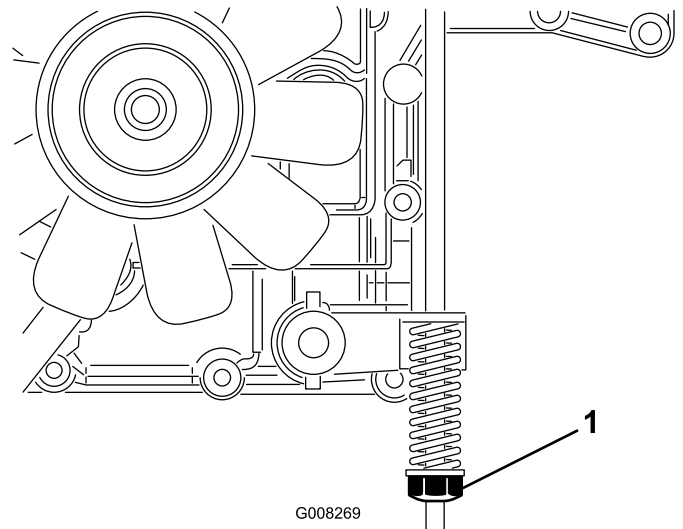

Figura 32
Il freno di stazionamento si trova sul lato destro del ponte posteriore, all'interno del pneumatico posteriore (Figura 32).
3. Girate in senso orario il dado di regolazione del freno, fin quando non riuscirete a spingere la macchina (Figura 32).